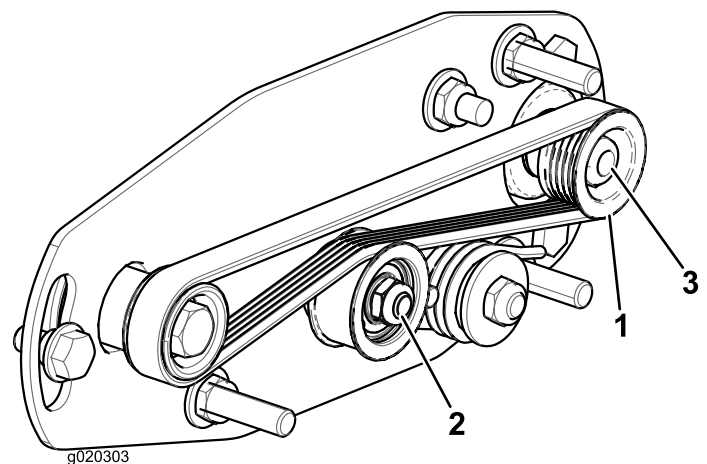
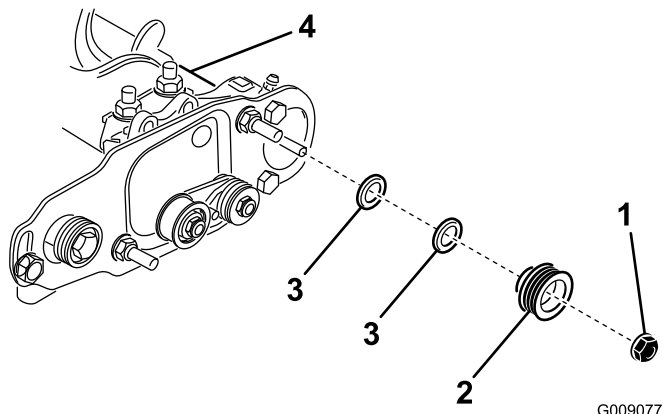

Рисунок 21
Рисунок 22
1. Ведомый шкив (на валу щетки катка) можно переместить внутрь или наружу (Рисунок 21).
2. Вращая барабан, который будет вращать ведущий шкив, снимите с помощью рычага ремень с ведущего шкива (Рисунок 21)
3. Отверните контргайку крепления ведомого шкива к валу щетки (Рисунок 21 или Рисунок 22).
4. Снимите ведомый шкив с вала (Рисунок 22).
5. Если необходимо сместить шкив наружу, добавьте одну шайбу толщиной 0,8 мм (Рисунок 22).